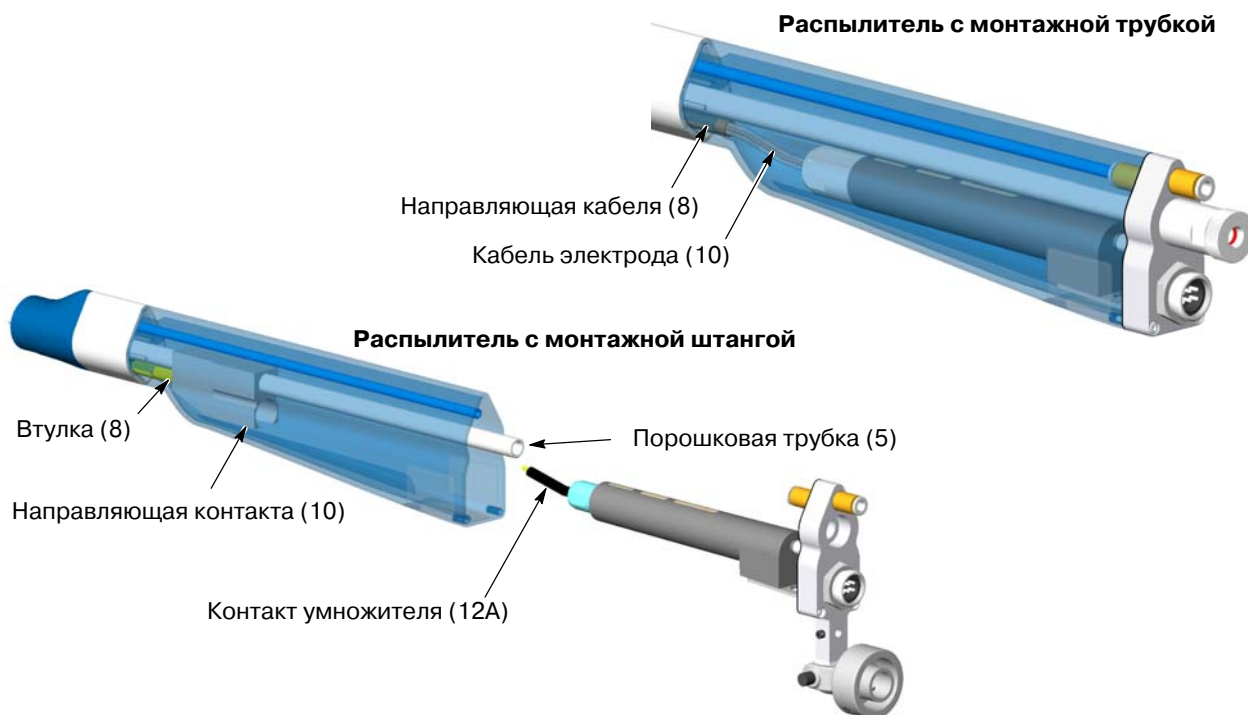

Рис. 34 Умножитель, установка: операция 6
Распылители с монтажной штангой: См. рис. 34. Поставить направляющую контакта на порошковую трубку через открытый конец корпуса умножителя. Надвинуть направляющую контакта на корпус, чтобы она села на втулку (8). Если установка выполнена правильно, контакт должен быть виден в открытом конце его направляющей.
Распылители с монтажной трубкой: См. рис. 34. При совмещении узла теплоотвода/умножителя с корпусом убедиться, что кабель электрода (10) свободно перемещается в направляющей кабеля.
Распылители с монтажной штангой: См. рис. 34. Убедиться, что наконечник контакта умножителя (12А) входит в направляющую контакта (10) внутри корпуса.